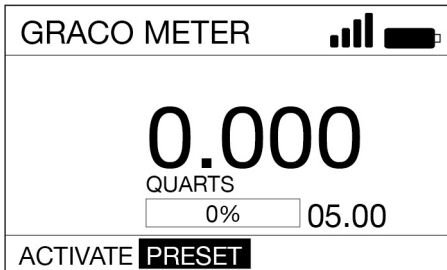

FIG. 32
3. Använd HÖGERPILEN för att markera PRESET (H) på skärmen. Tryck på ENTER-knappen för att välja PRESET(FIG. 32).